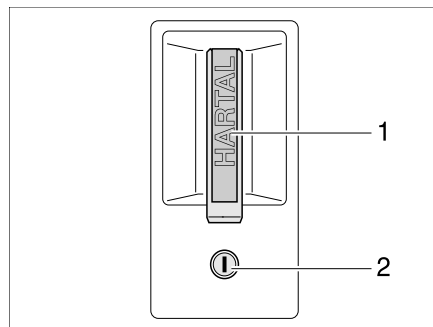

Bild 32 Türschloss Eingangstür, außen
- Schlüssel in Schließzylinder (Bild 32,2) stecken und drehen, bis das Türschloss entriegelt ist.
- Am Türgriff (Bild 32,1) ziehen. Die Tür ist geöffnet.
- Schlüssel in Schließzylinder (Bild 32,2) stecken und drehen, bis das Türschloss verriegelt ist.